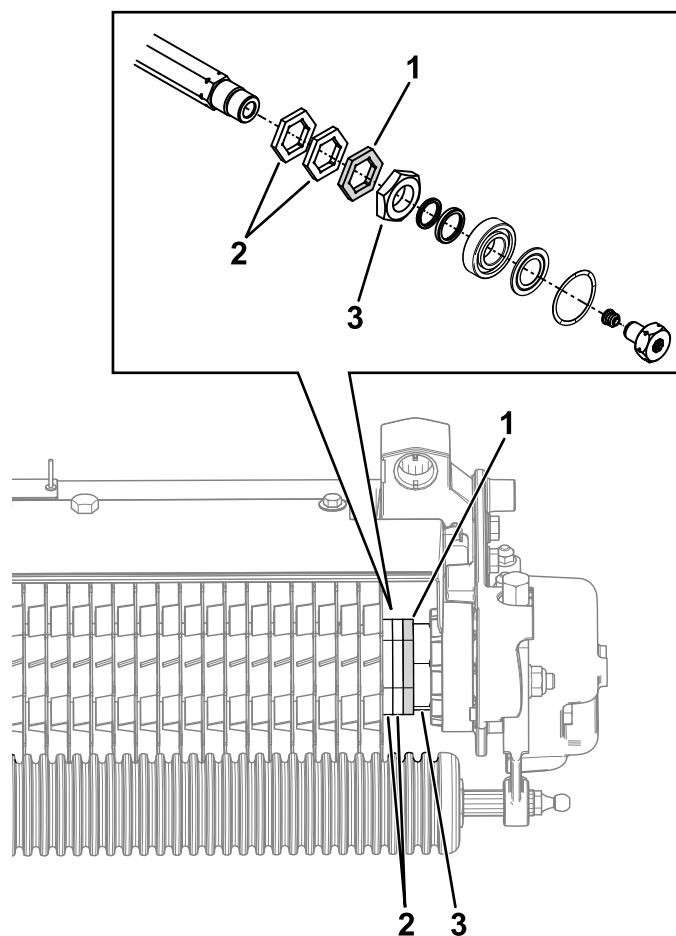

Figura 11
Se installate le lame in acciaio armonico per il dispositivo anti-feltro opzionali (n. cat. 121-6675), sostituite il distanziale esagonale terminale (n. cat. 120-3232 riprodotto nella Figura 11) con un distanziale primario (n. cat. 120-3167).
**Nota:** Il distanziale esagonale terminale si trova tra una coppia di distanziali esagonali e un dado esagonale, come mostrato nella Figura 11.